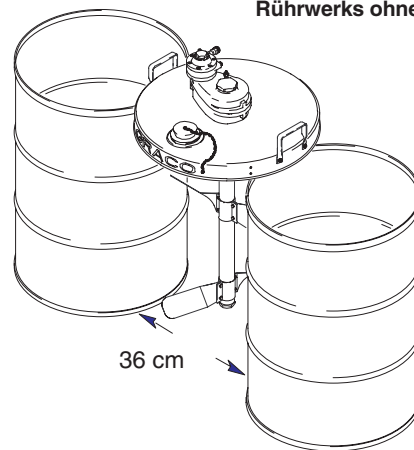

Abb. 2
Zwei 200-l-Fässer ca. 36 cm voneinander entfernt aufstellen und die Fassdeckel so an den Fässern anbringen, dass das Graco-Logo in der Mitte ist und nach unten zeigt (siehe Abb. 2). Zu Schritt 1 im Abschnitt **Mit oder ohne Hebergerät** gehen.
1. Die Rührwerkswelle durch die große Öffnung in der Mitte des Fassdeckels (29) schieben.
2. Rührwerk so drehen, dass sich der Luftmotor an der linken Seite der Welle befindet (siehe Abb. 2). Dadurch werden die drei Öffnungen am Boden des Rührwerks an den drei Öffnungen im Fassdeckel ausgerichtet.
3. Die drei Schrauben (25) durch den Fassdeckel in das Rührwerk eindrehen und mit einem Drehmoment von 8,4 Nm anziehen.
4. Ein Paar Rührflügel (28) so zusammenbauen, dass die vier Durchgangslöcher in den Flügelhälften gegenüberliegend ausgerichtet sind (siehe **Teilezeichnung**).
5. Vier Schrauben (31) durch die vier Durchgangslöcher in den Flügeln drücken und die Muttern (32) auf die Schrauben aufdrehen.
7. Die vier Muttern (32) gleichmäßig anziehen, um die Flügeln zueinander zu ziehen, bis sie fest an der Welle sitzen. Die Muttern auf ein Drehmoment von 5,6 bis 6,2 Nm anziehen. Zwischen den Flügelhälften bleibt ein Spalt.
9. Den zweiten Flügelsatz in der Nähe des unteren Endes der Welle, jedoch nicht am Bodenstopfen (20) positionieren.
10. Den unteren Flügelsatz so drehen, dass er in einem Winkel von 90 Grad zum oberen Flügelsatz steht, und die Muttern (32) auf 5,6 bis 6,2 Nm anziehen. Zwischen den Flügelhälften bleibt ein Spalt.